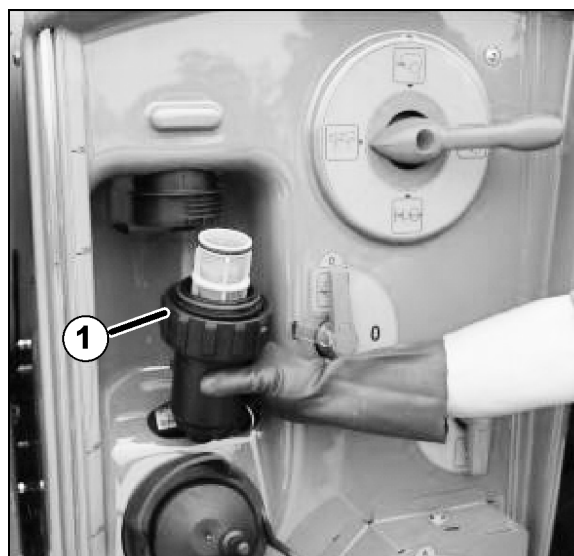

Fig. 154
2. Druckfilter (Fig. 154/1) entnehmen und mit Wasser reinigen.